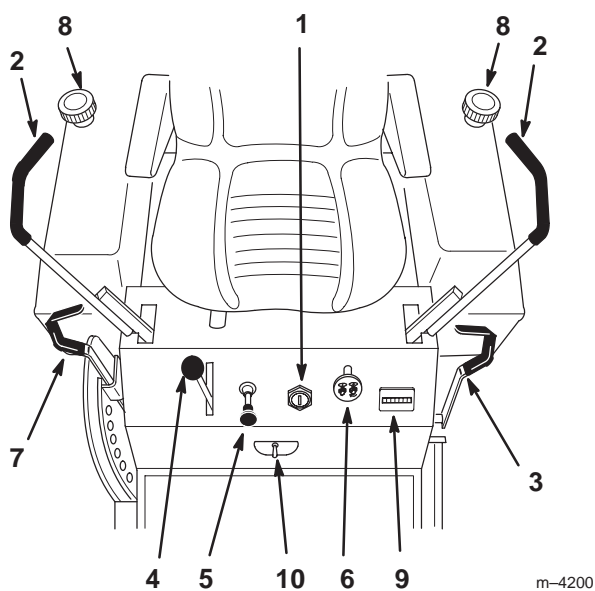

Figure 6
Avant de mettre le moteur en marche et d'utiliser la machine, familiarisez-vous avec toutes les commandes (Fig. 6).
1. Mettez les leviers de commande de déplacement (Fig. 6) en position de verrouillage du point mort.